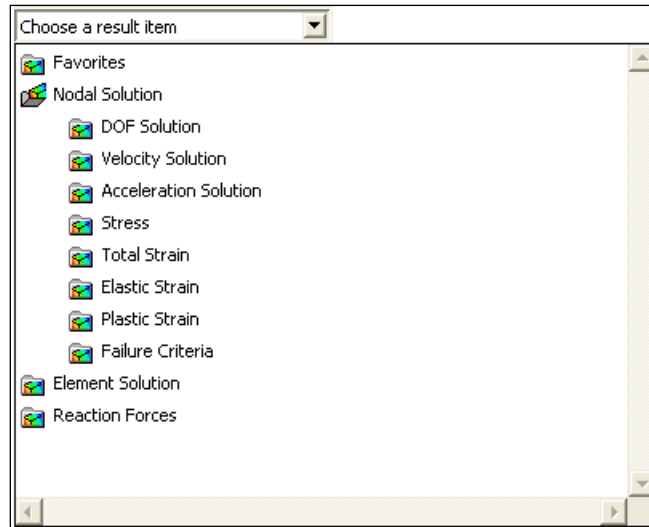

Рисунок 90. Первый раскрывающийся список окна *Results Viewer*
- Первый раскрывающийся список позволяет выбрать физический параметр для отображения в разделах *Favorites*, *Nodal Solution*, *Element Solution*, *Reaction Forces* (Рисунок 90).